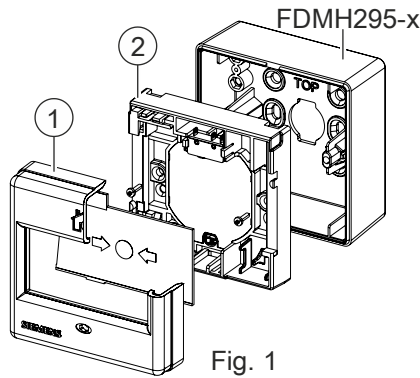

Fig. 1
The manual call point FDM225-xx (Fig. 1) consists of a housing cover (1) and a switching unit (2).
Der Handfeuermelder FDM225-xx (Fig. 1) besteht aus einem Gehäusedeckel (1) und einem Schaltungseinsatz (2).